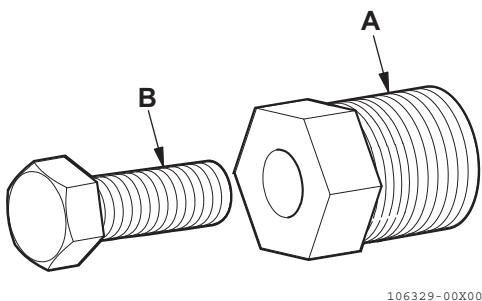

Figura 14
2. Instale o extractor (Figura 14, (A)) na hélice.
3. Gire o macaco de rosca (Figura 14, (B)) no sentido dos ponteiros do relógio para remover a hélice do corpo da bomba.